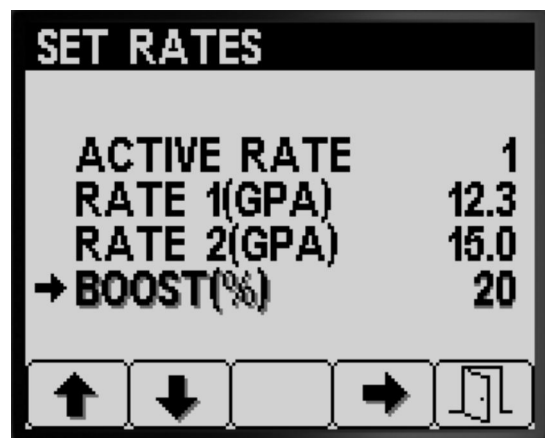

Bild 8
- Drücken Sie Taste 1 oder 2, um auf die Option für die prozentuale Dosierungsverstärkung zu navigieren (Bild 8).